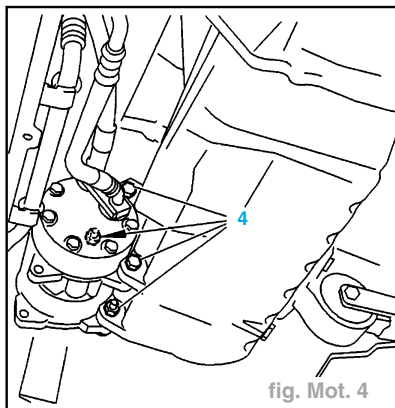

fig. Mot. 4
- Écarter le conduit haute pression (3) de direction assistée.
- les 4 vis (4) (figure Mot. 4).
- les 4 vis (4) (couple de serrage 4,2 daN.m) (figure Mot. 4).